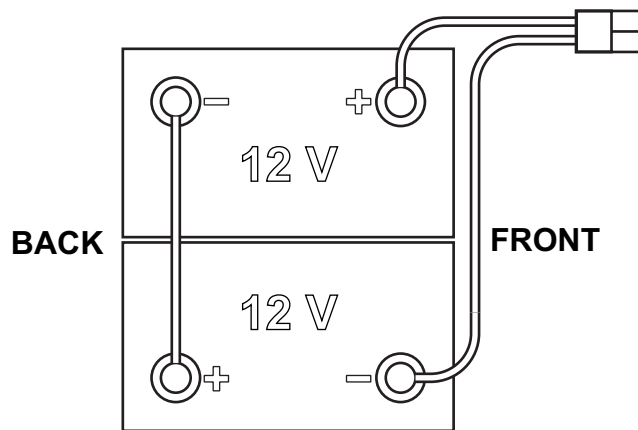

Figure 1
La machine requiert 2 batteries de 12 V, branchées selon le schéma indiqué en Figure 1.
1. Tourner la clé de contact (41) sur « O » pour arrêter la machine.
2. Débrancher le connecteur des batteries en appuyant sur le bouton-poussoir d'urgence (5).
3. Ouvrir le couvercle (18) et vérifier si le réservoir de l'eau de récupération (17) est vide. Dans le cas contraire, le vider au moyen du tuyau de vidange (26).
4. Fermer le couvercle (18).
5. Saisir la poignée (35) et soulever le groupe réservoir eau de récupération (17) avec soin.
8. Placer et installer les câbles des batteries comme indiqué dans le schéma de la Figure 1, puis serrer soigneusement l'écrou sur chaque borne de la batterie.
9. Placer le capuchon de protection sur chaque borne, puis brancher le connecteur des batteries (6).
10. Dégager la tige de support (36), puis saisir la poignée (35) et baisser le groupe réservoir eau de récupération (17) avec soin.